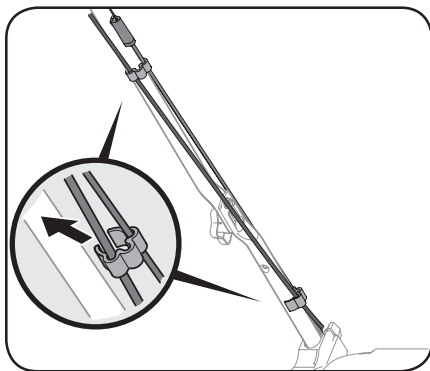

Figura 2-7
**NOTA:** En determinadas unidades, utilice las dos abrazaderas de cable suministradas para ajustar el control de la cuchilla y los cables de la transmisión a la manija inferior como se muestra en la Figura 2-7.